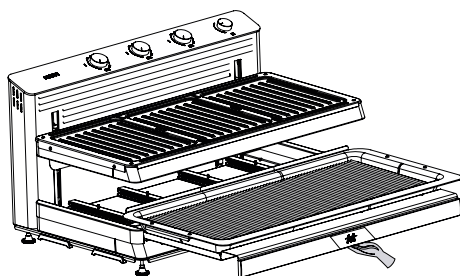
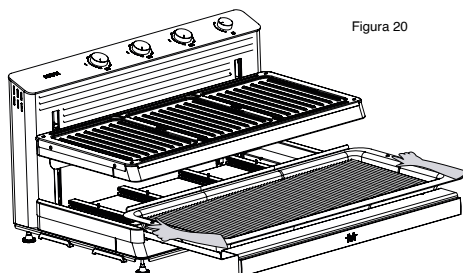

Figura 20
Figura 21
- Se al termine del processo non si prosegue con la cottura, impostare l'interruttore di accensione/spegnimento sul retro dell'apparecchio in posizione (0) e scollegare la spina dalla presa di corrente.
- Dopo che il prodotto si è raffreddato completamente, tirarlo verso di sé utilizzando la maniglia (Figura 20) e rimuovere con cautela il vassoio e la griglia presenti all'interno del prodotto (Figura 21).